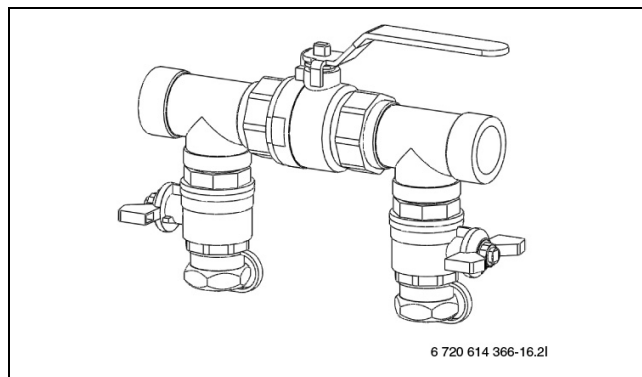

Fig. 21 Kits de remplissage en mode normal
- Placer les vannes du dispositif de remplissage en position normale (→ figure 21) et arrêter la pompe de la station de remplissage.